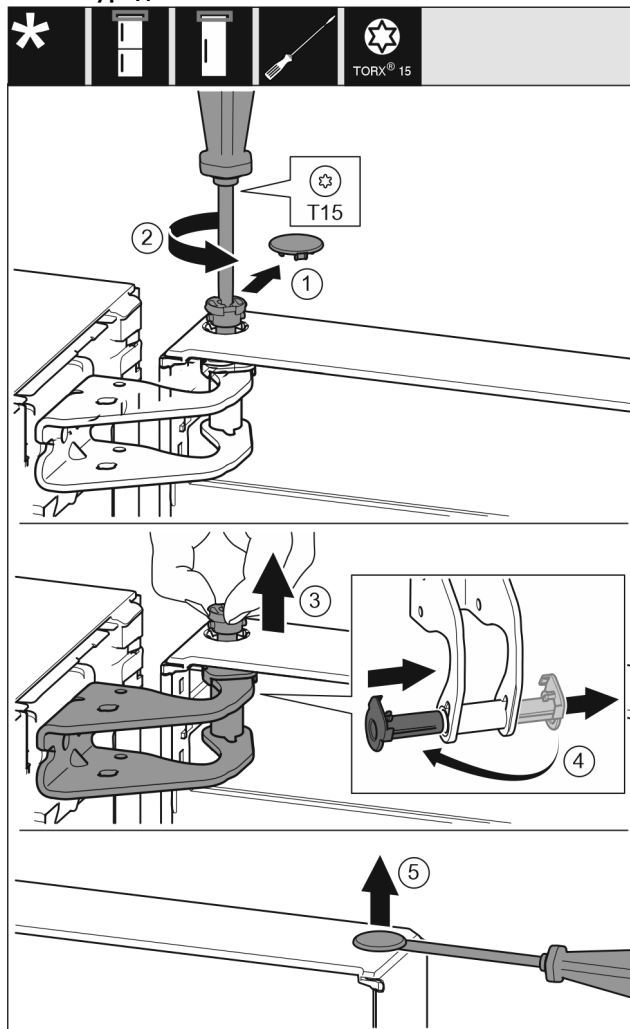

Fig. 6
- Свалете внимателно предпазния капак. Fig. 6 (1)
- С отвертка T15 отвийте малко болта. Fig. 6 (2)
- Задръжжайте здраво вратата и извадете болта с пръсти. Fig. 6 (3)
- Извадете лагерната втулка от водача. Поставете от другата страна и фиксирайте. Fig. 6 (4)
- С плоска отвертка внимателно повдигнете тапата от лагерната втулка на вратата и я извадете. Fig. 6 (5)